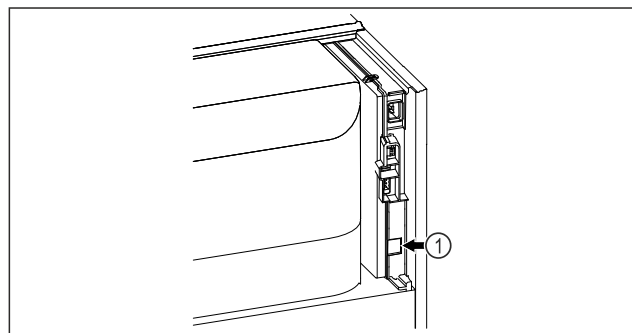

Fig. 96
- Le SmartModule Fig. 96 (1) est installé.